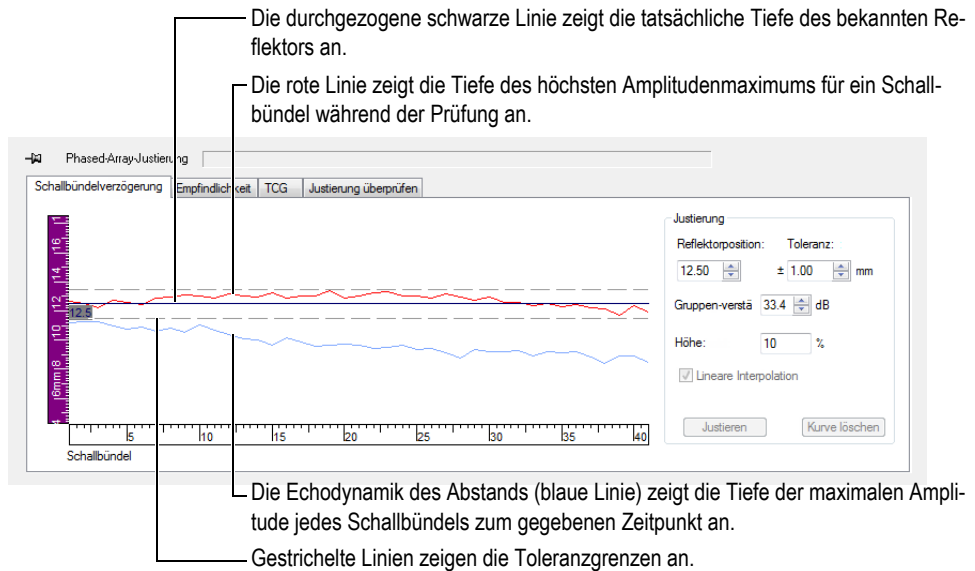

Abbildung 4-19 Kurven beim Justieren der Schallbündelverzögerung
- a) Wählen Sie das Register **Schallbündelverzögerung** aus (siehe Abbildung 4-19 auf Seite 259).